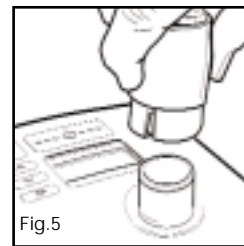
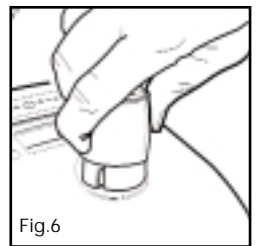
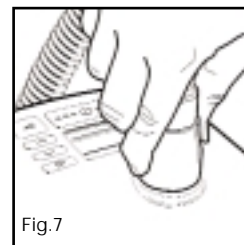

Fig.5
Fig.6
Fig.7
8. Uno de los extremos del tubo con hilo calentado tiene un conector plástico gris. Levante el manguito y deslice el conector sobre el aparato. Empuje el manguito hacia abajo para bloquear (Fig. 5), (Fig.6), (Fig.7).